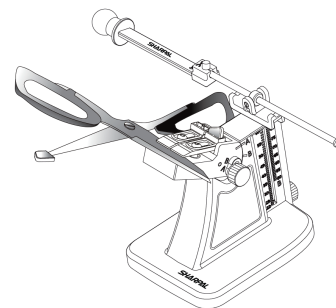

Fig. 1
5. Al afilar tijeras, asegúrese de que la hoja que se va a afilar esté bien sujeta. Cubra la otra punta de la tijera con la tapa protectora para evitar posibles lesiones (Ver Fig. 1).